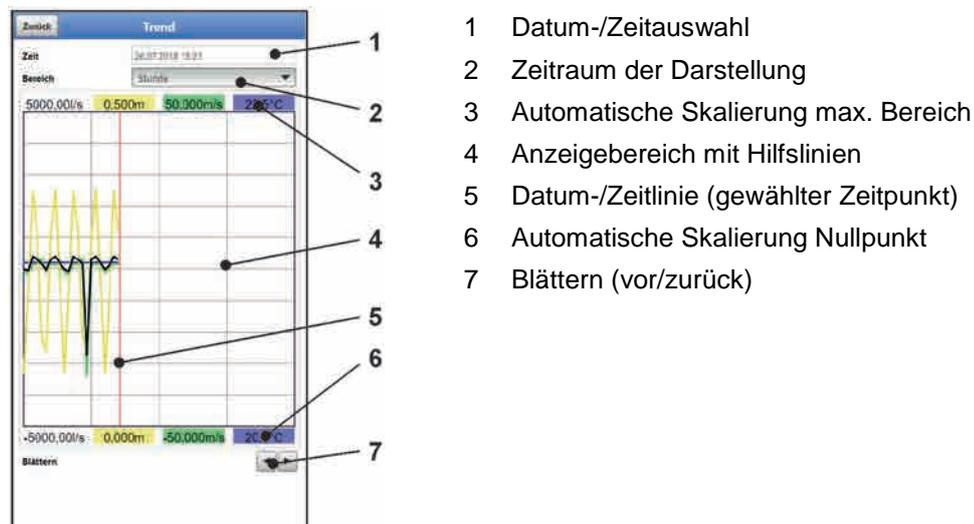
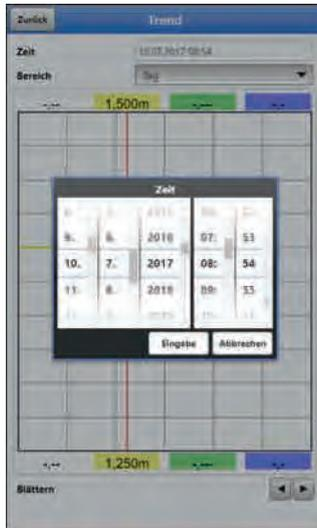

Abb. 39-2 Darstellung Trendanzeige
Abb. 39-3 Auswahl Datum/Zeit
1. Gewünschten Bereich (Zeitraum der Darstellung; Abb. 39-2 Pos. 2) auswählen. Der ausgewählte Bereich wird dargestellt. Während der Darstellung erfolgt keine automatische Aktualisierung der Messdaten (die aktuellen Messdaten werden im unteren Drittel der Hauptanzeige gezeigt).
2. Bei Bedarf mit den Pfeilen (Abb. 39-2 Pos. 7) vor- und zurückblättern bei gleicher Grundeinstellung der Darstellung.
Beim Öffnen des Trend-Menüs werden das aktuelle Datum und die aktuelle Uhrzeit angezeigt. Wenn historische Messdaten bzw. ein spezieller Zeitpunkt angezeigt werden sollen, kann das über die Datum-/Zeitauswahl (Abb. 39-2 Pos. 1) eingestellt werden. Hier öffnet sich die nachfolgend abgebildete Auswahlmaske (Abb. 39-3). Wenn ein Startdatum gewählt ist, werden (abhängig vom eingestellten Bereich) die Messdaten im darunterliegenden Anzeigebereich dargestellt.